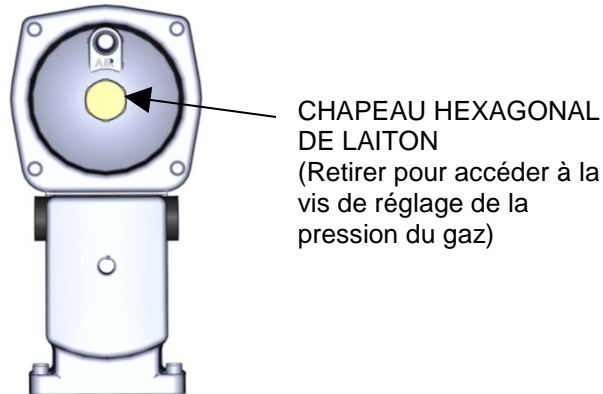

Figure J-1. Emplacement de la vis de réglage de la pression du gaz
10. Puis, vérifier que la pression du gaz en aval de la SSOV se trouve dans la plage appropriée indiquée ci-dessous pour le modèle Innovation à être vérifié. Si un ajustement de la pression du gaz est requis, retirer l'écrou hexagonal de laiton sur l'actionneur SSOV pour accéder à la vis de réglage de la pression du gaz (figure J-1). Effectuer les ajustements de la pression du gaz au moyen d'un tournevis à lame plate pour obtenir une indication de la pression du gaz dans la plage requise pour le modèle Innovation à être vérifié.
14. Si le niveau d'oxygène ne se trouve pas dans les tolérances requise, la pression du gaz du côté en aval de la SSOV doit être ajustée en utilisant la vis de réglage sur le régulateur de la SSOV (figure J-1). Tourner lentement l'ajustement de la pression du gaz (en incréments d'environ ¼ de tour). Permettre à l'analyseur de combustion de se stabiliser suite à chaque ajustement. Une rotation dans le sens horaire réduit le niveau d'oxygène alors qu'une rotation antihoraire augmente le niveau d'oxygène.